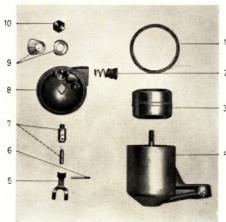

Fig. 7. Carter de flotteur désassemblé.
2. Dévissez l'écrou du couvercle du carter de flotteur. Enlevez le couvercle et sortez le flotteur. Voir figure 7.